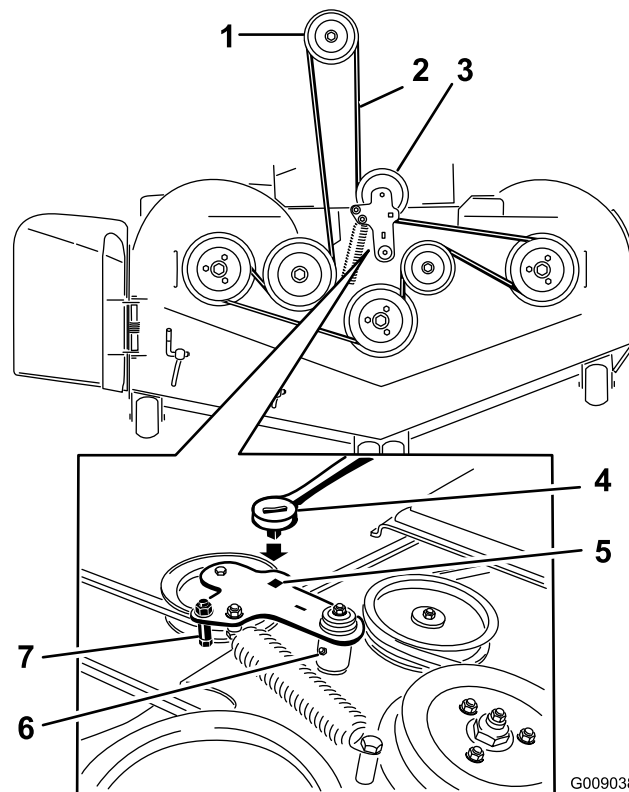

Bild 95
6. Heben Sie den Fahrzeugboden an und stecken Sie eine Ratsche in das rechteckige Loch in der Mähwerkspannscheibe (Bild 95).
7. Drehen Sie die Mähwerkspannscheibe nach rechts und entfernen Sie den Mähwerkriemen (Bild 95).